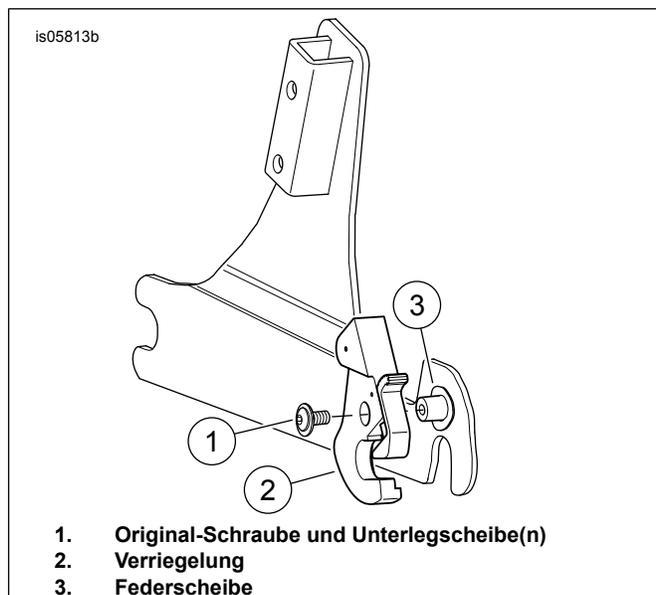

Abbildung 7. Einbau innen rechts (Profil verdeckt)
1. Siehe Abbildung 7 >. Die rechte schlosslose Verriegelung entfernen. Die rechte Federscheibe auf der rechten Befestigungsnahe belassen.
2. Die Verriegelung (3) mit Profil zur rechten Seitenplatte **hin** einbauen. NICHT das Distanzstück aus dem Satz verwenden.